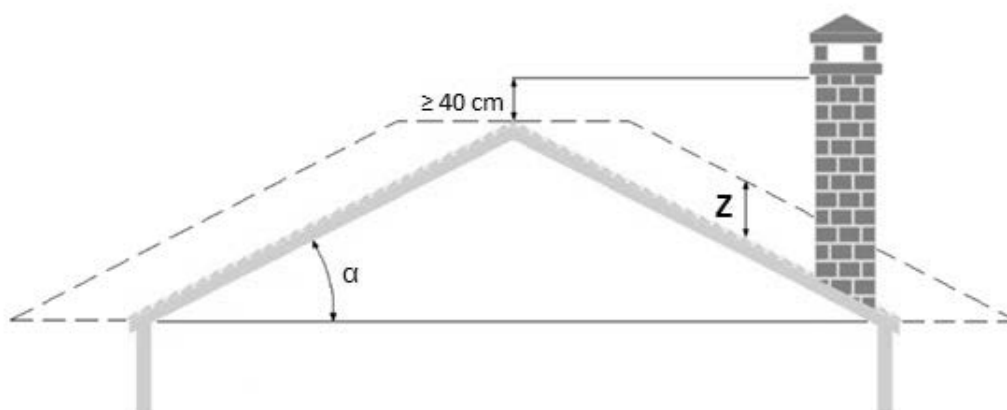

Fig. 5 - Zones de reflux
- Il faut éviter le positionnement de la sortie du terminal dans les zones de reflux (zones « z » dans la Fig. 5) qui varient en fonction de l'inclinaison du toit.
LÉGENDE	Fig. 5